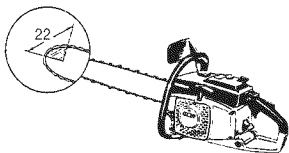

Fig. 15
**PELIGRO DE CONTRAGOLPE (Fig. 15)**